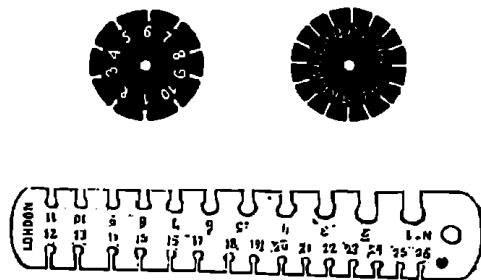

Рис. 1.
**Листовое желѣзо** находитъ себѣ громадное примѣненіе и потому размѣры его мѣняются въ самыхъ широкихъ предѣлахъ. Толщина его опредѣляется номерами по калибру (рис. 1). Но часто оно называется по той надобности, для которой употребляется; такъ различаютъ *броневое* желѣзо, идущее на защиту судовъ отъ 1½—12" толщиной, *котельное* отъ 1¼—1"